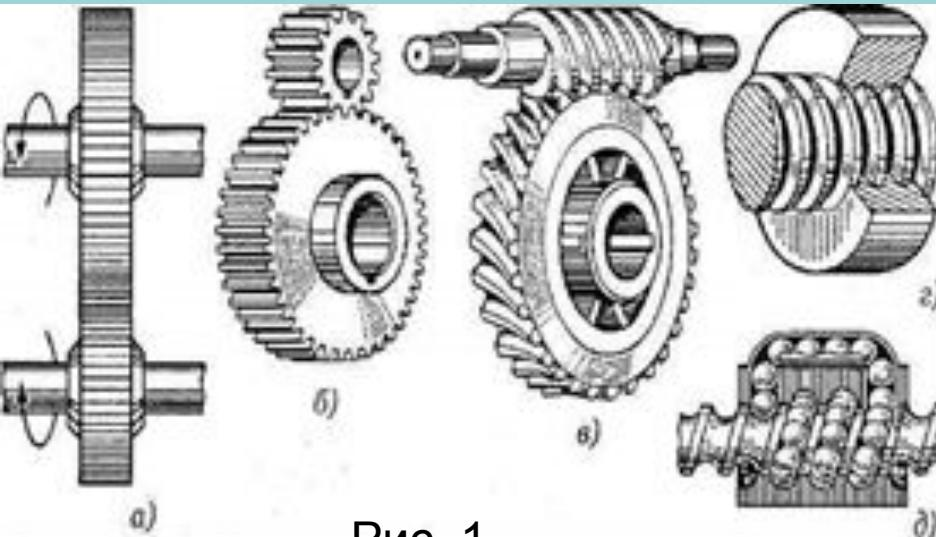
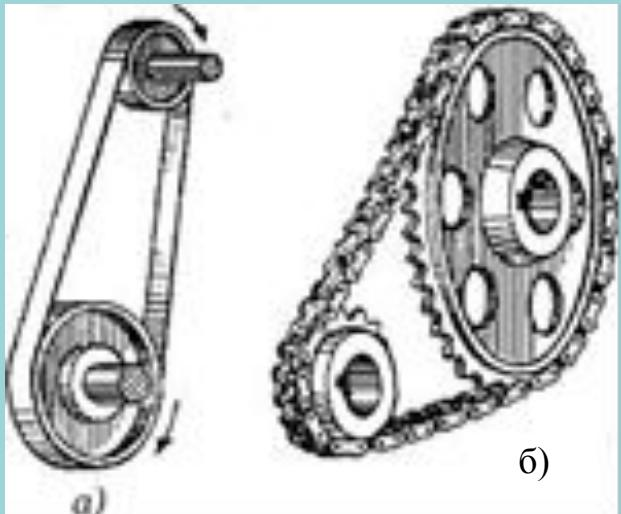

Рис. 1
Рис. 2
- передачи трением (фрикционная — рис.1, а и ременная — рис.2, а);
- зацеплением (зубчатые — рис.1, б, червячные — рис.1, в; цепные — рис.2, б); передачи винт-гайка — рис.1, г, д);
- передачи с непосредственным контактом тел вращения (фрикционные, зубчатые, червячные, передачи винт-гайка — см. рис.1);
- передачи с гибкой связью (ременная, цепная — см. рис.2).
Ременная передача относится к передачам трением с гибкой связью и может применяться для передачи движения между валами, находящимися на значительном расстоянии один от другого. Она состоит (рис.1) из двух шкивов (ведущего, ведомого) и охватывающего их ремня.
- с параллельными осями (см. рис.1, а, б);
- с пересекающимися осями — угловые (см. рис.1, г);
- со скрещивающимися осями (см. рис.1, в).
- с одинаковым направлением (открытые и полуоткрытые) (см. рис.1, а);